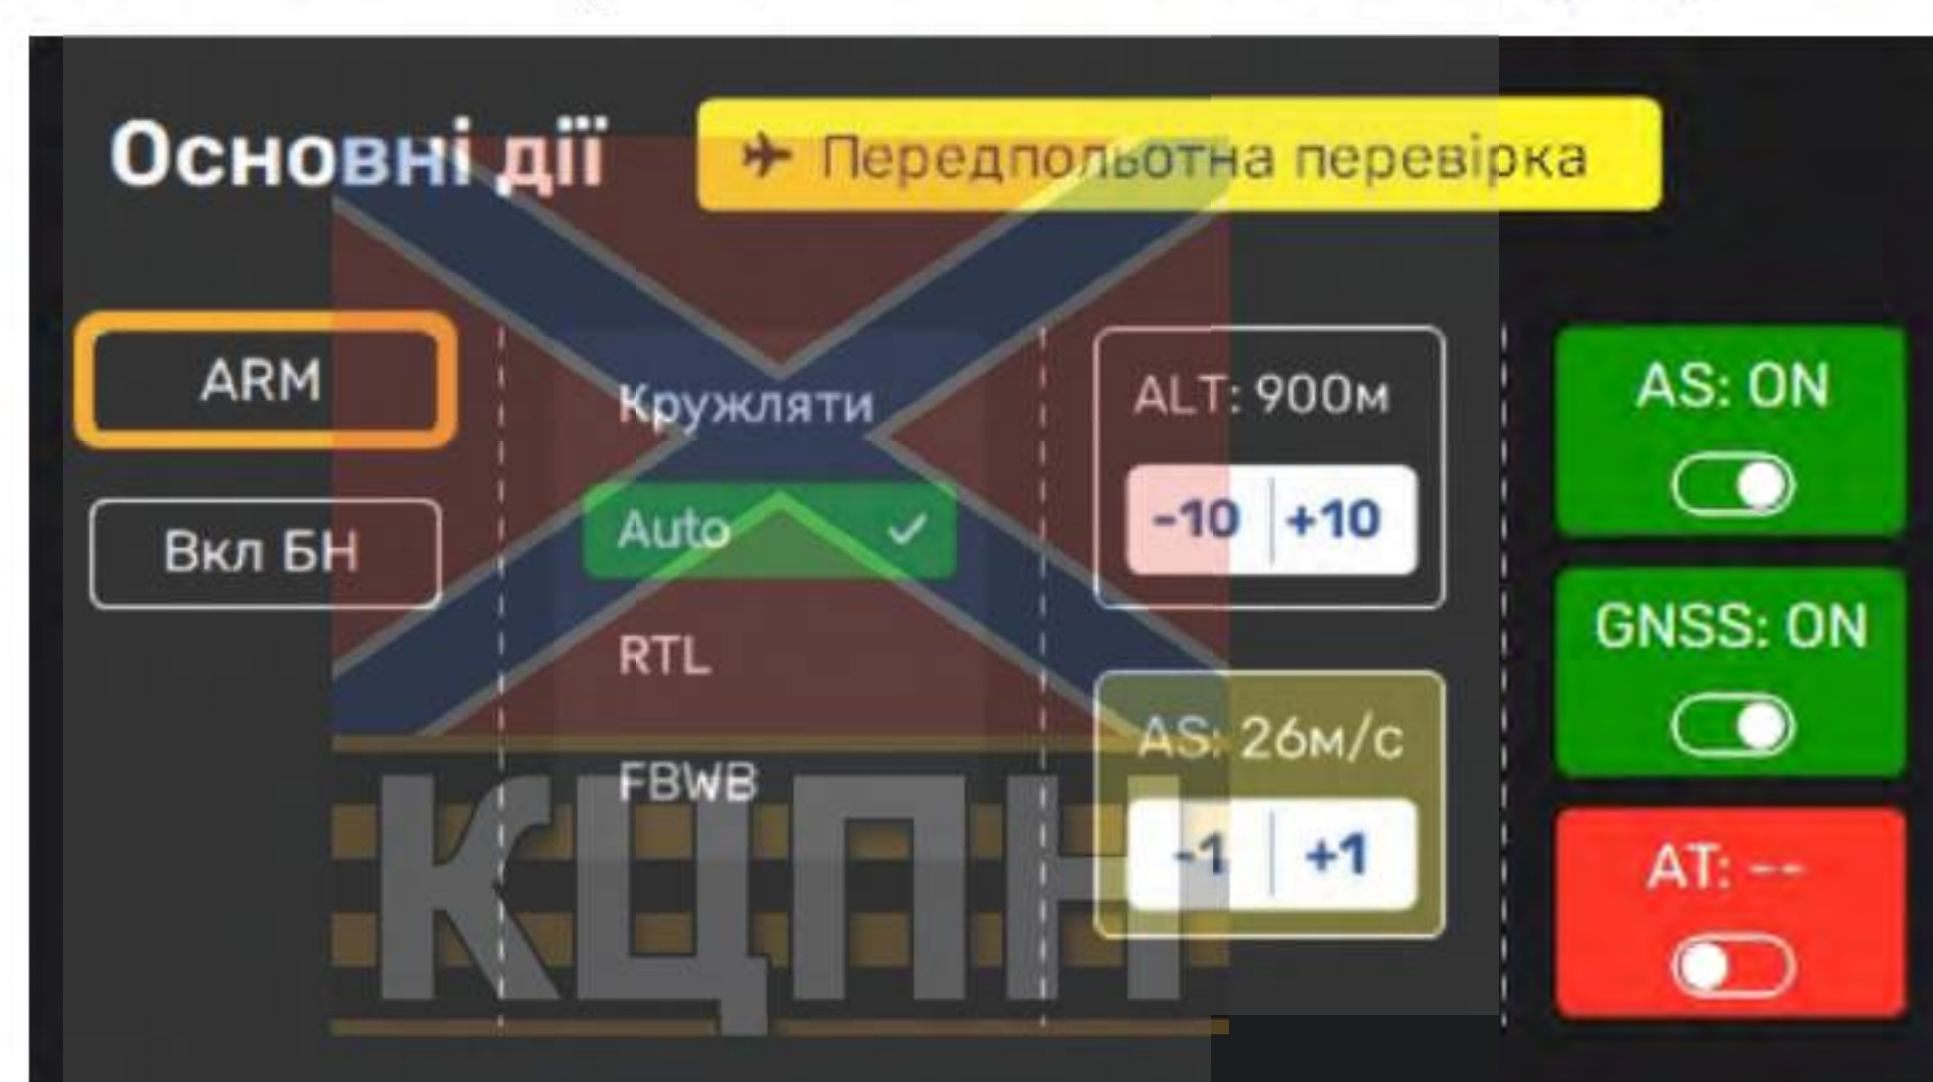

Рис. 4 Внешний вид кнопки "ARM" внешний вид кнопки "ARM"
5.2.1.7 После успешной инициализации БН и подтверждения проверки БН, оператор БпЛА нажимает кнопку "ARM" в меню "Основные действия" ПО "UAV CC" (Рис. 4), чтобы перевести электродвигатель в режим готовности к запуску.